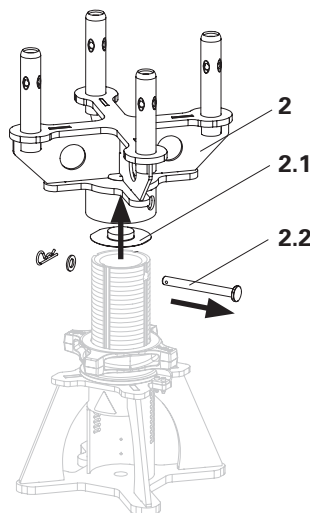

Fig. A4.02a
1. Togliere il raccordo UJC (2) dal tubo filettato. (Fig. A4.02a)